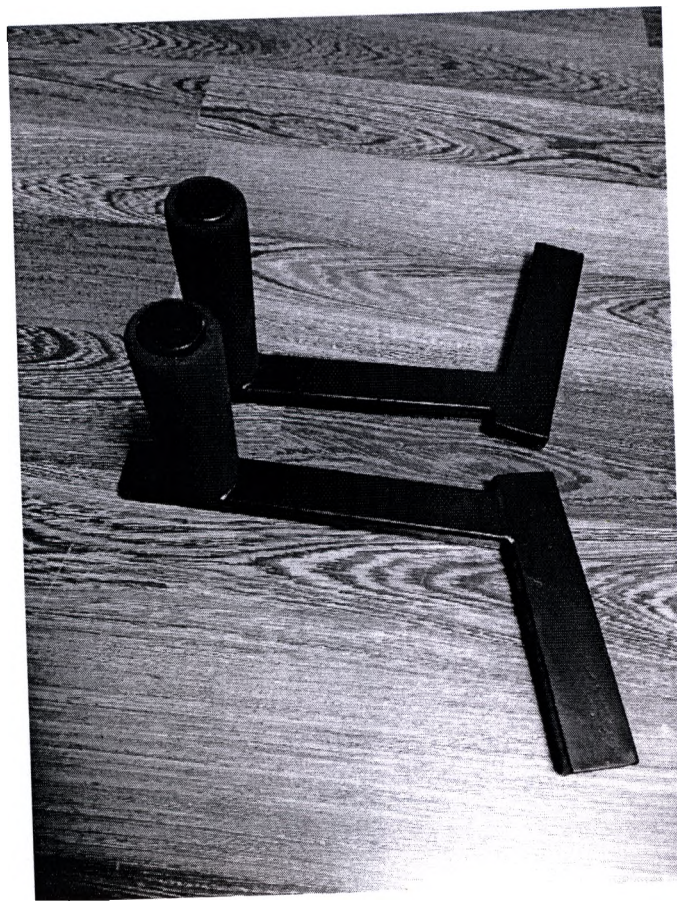

рис.8
4.2.6 Вспомогательные рычаги управления 2шт рис.8